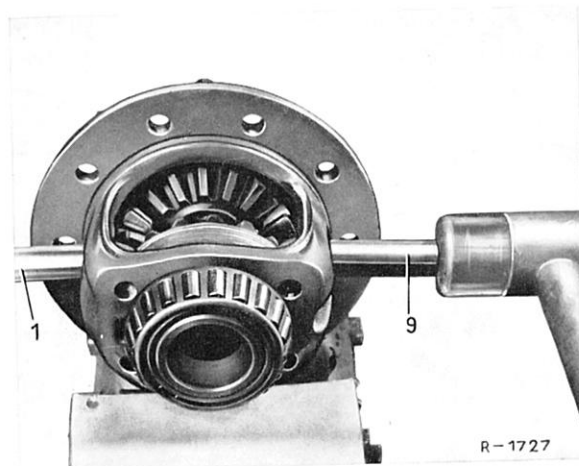

Bild 35—12/26
12 Ausgleichbolzen (9) einschlagen und mit einer neuen Feder-Sicherung bzw. Scheibensfeder sichern (Bild 35—12/26).